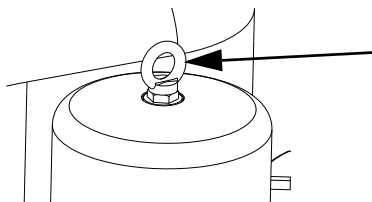

Рис. 29 Проушина
- Вывинтите проушину и гайку из крышки двигателя. См. рис. 29.